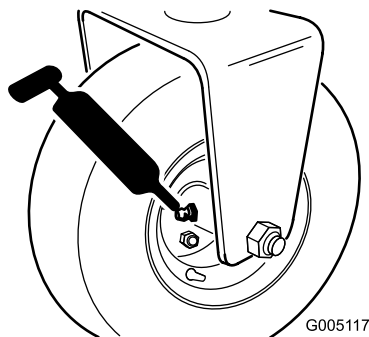

Figure 36
- Moyeu de rouleur arrière ou, si la machine est équipée d'un kit 3 roues motrices, embrayages à rouleur de roues arrière et roulement à billes extérieurs (1) (Figure 36)